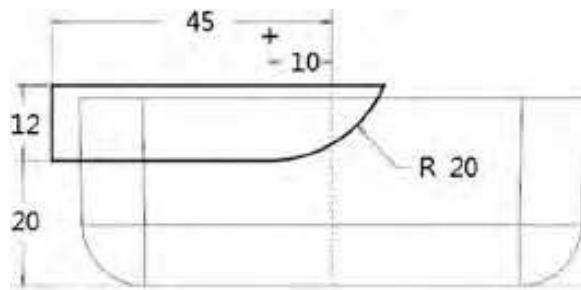

图2-3 绘制截面
Step 07 绘制一个截面，其中圆弧与水平线相切，如图2-3中的粗线所示。